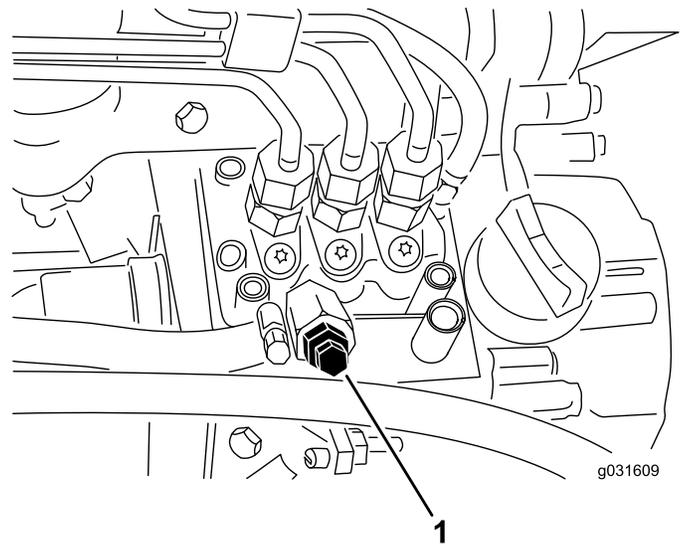

Figura 50
4. Abra el tornillo de purga de aire de la bomba de inyección de combustible (Figura 50).